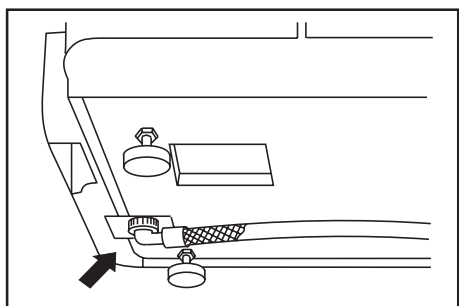

Fig. 3
- Collegare la macchina ad una condotta di distribuzione di acqua potabile avente pressione compresa tra 1,8 e 8 bar. Servirsi per questo del tubo di carico in dotazione e collegarlo al manicotto posto sotto al piano inferiore della macchina (fig.3).